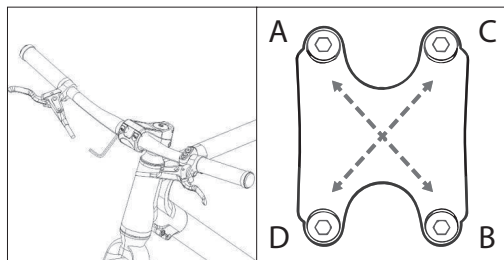

Figura 1-5
- Sposta il manubrio a sinistra e a destra per centrarlo; ruotolo leggermente in modo che le leve del freno siano inclinate verso il basso. Poi, stringi gradualmente le viti in una sequenza A-B-C-D, come mostrato in [Figura 1-5].